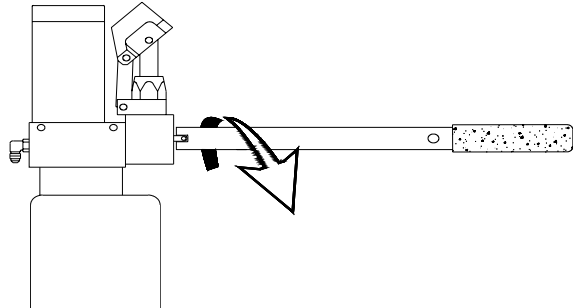

FIGURA 2-13: EN SENTIDO ANTIHORARIO LA PLATAFORMA DESCENDE
- 1) Consulte la **Figura 2-13**. Engrane la válvula de seguridad del sistema hidráulico en el extremo dentado de la palanca de la bomba y gírela lentamente en sentido antihorario. No continúe abriendo la válvula cuando la plataforma empiece a descender, y no la abra más de 1/4 de vuelta.